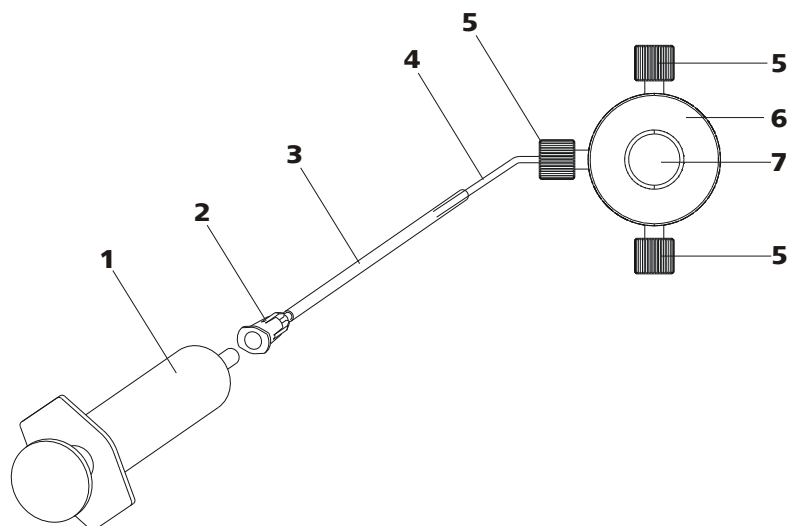

Figura 16 Purgar la bomba de alta presión
Purgue la bomba de alta presión como se indica a continuación (véase Figura 16, página 36):
- Inserte la jeringa (16-1) en el conector Luer (16-2) de la cánula de purga (véase Figura 16, página 36).